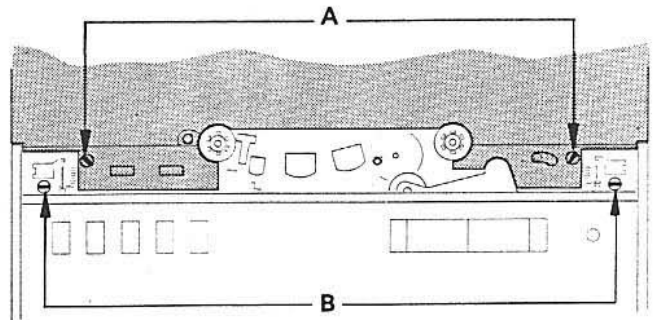

Bild 3.2.—4
- Schraube A (Bild 3.2.—4) lösen. Abdeckplatte nach oben abziehen. (Oberkante 3 Klemmhülsen)
- Schrauben B (Bild 3.2.—4) lösen. Netzschalterknopf sowie sämtliche Drehknöpfe und Schaltscheiben nach oben abziehen. Beim Netzschalterknopf darauf achten, dass der Spannung nicht verloren geht.